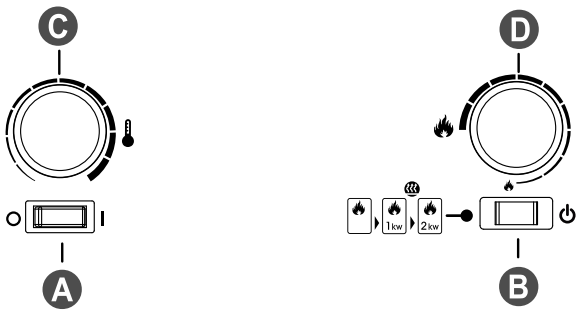

Fig.2
4. El botón de control de la llama “D” de la Fig. 2 puede subirse o bajarse para dar un efecto más realista.
1. Ponga el botón "A" en la posición **(0)**. (Véase la Fig. 2)
9. Ponga el botón "A" en la posición "Encendido" **(I)**. (Véase la Fig. 2)
1. Ponga el botón "A" en la posición de "Apagado" (0) (Véase la Fig. 2)
7. Ponga el botón "A" en la posición "Encendido" (I) (Véase la Fig. 2)